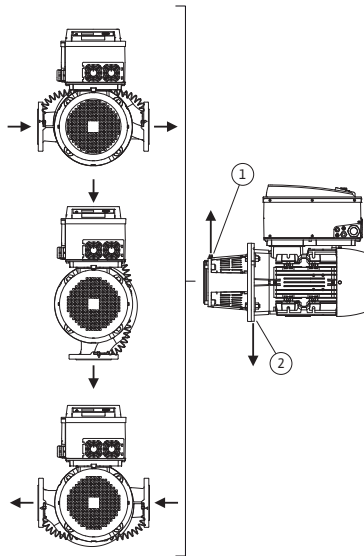
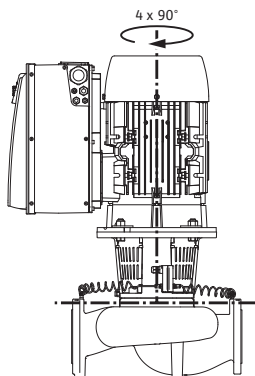

Fig. 12 : Positions de montage autorisées avec arbre moteur horizontal
Fig. 13 : Positions de montage autorisées avec arbre moteur vertical
- La soupape d'échappement sur la lanterne (fig. 6, pos. 1.31) doit toujours pointer vers le haut pour un arbre moteur horizontal (fig. 6). Si l'arbre moteur est vertical, toutes les orientations sont autorisées. Voir à ce propos également Fig. 12 : « Positions de montage autorisées avec arbre moteur horizontal » à la page 142 ou Fig. 13 : « Positions de montage autorisées avec arbre moteur vertical » à la page 142.
- En cas d'arbre moteur à l'horizontale, la position vers le bas de l'orifice de condensation est obligatoire (Fig. 12, Pos. 2). Le cas échéant, il faut tourner le moteur en conséquence.